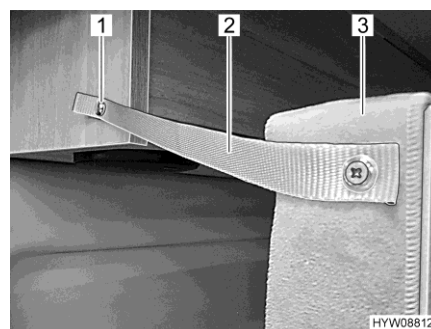

Fig. 56 Fusible arrière
- Fixer le lit (Fig. 56,3) avec une bande de sécurité (Fig. 56,2) et fixer le bouton pression (Fig. 56,1) sur le placard de pavillon.
- Détacher le bouton pression (Fig. 56,1) sur le caisson de toit.